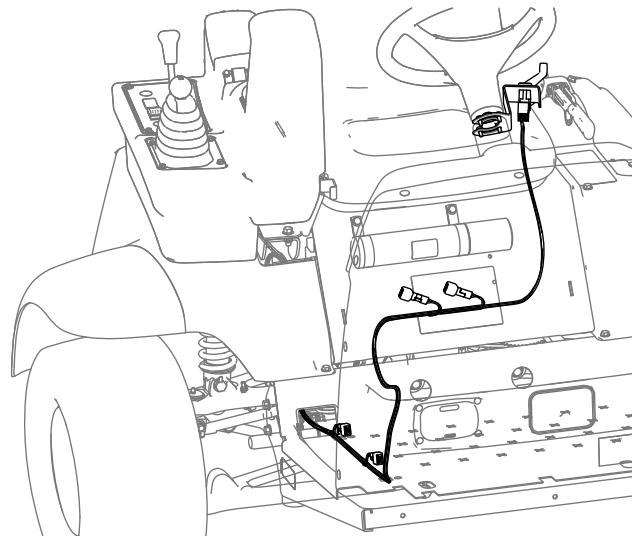

図9
6. ハーネスを、パネル下からフロアプレートの上へ出し、ステアリングコラムへ導く(図9)。